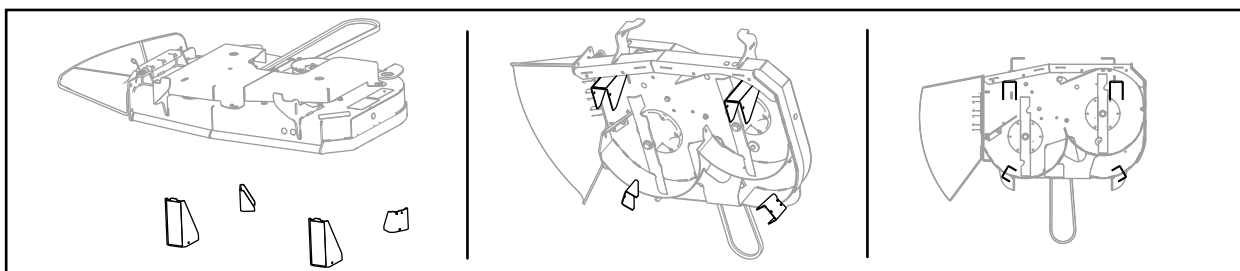
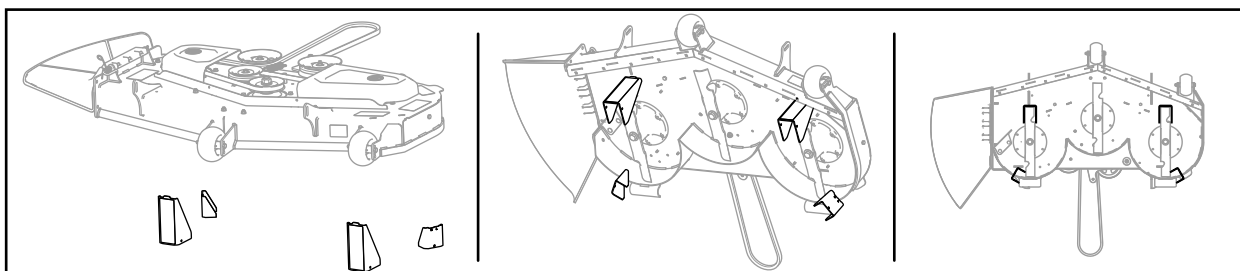

Figura 2
Figura 3
3. Coloque os suportes da altura de corte por baixo da plataforma do cortador de forma a que a parte exterior da plataforma apoie nos suportes quando desce a plataforma; consulte Figura 2 e Figura 3 para a orientação correta.